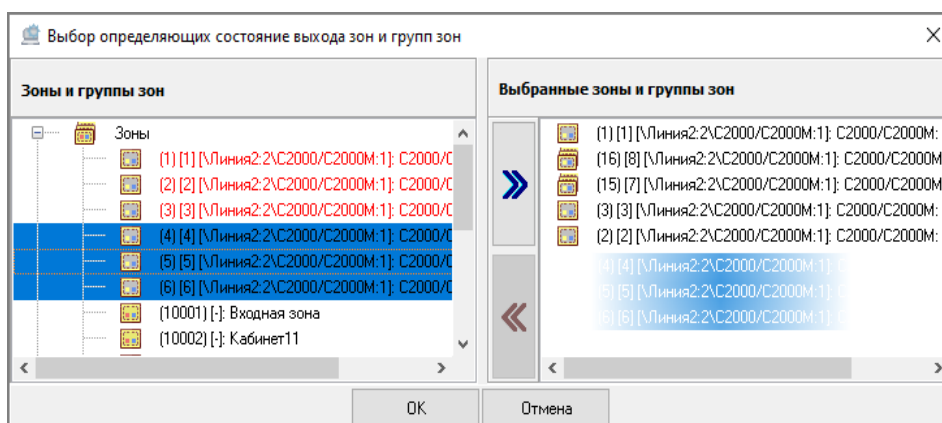

Рисунок 6-386 Выбор нескольких зон и групп зон в качестве определяющих состояние выхода перетаскиванием
- выделите одну или несколько зон/групп зон в поле «Зоны и группы зон» (для выделения сразу нескольких зон/групп зон нажмите на клавиатуре и удерживайте клавишу <Shift> для выбора диапазона или клавишу <Ctrl> для комбинированного выбора) и перетащите выделенные зоны/группы зон в поле «Выбранные зоны и группы зон» (см. Рисунок 6-386);